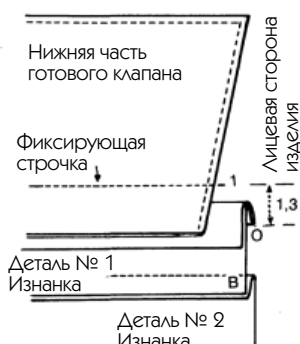

Рис. 526
3. Отогните книзу деталь, которую вы только что закрепили (деталь 1, рис. 526).
— На намеченное место (от 1 до 1) уложите клапан лицом к лицу изделия, краем вверх. Приколите булавками, затем прочно пристройте от 1 до 1 (рис. 526).